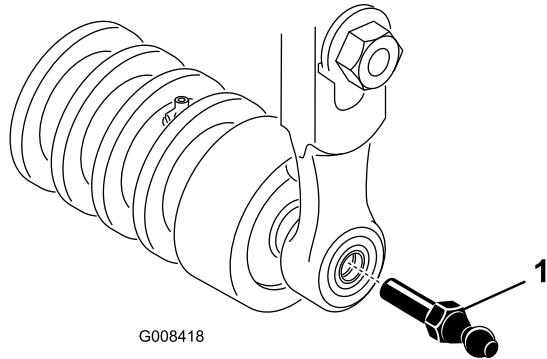

Figura 10
3. Enrosque un espárrago con bola en cada extremo del rodillo delantero de la unidad de corte (Figura 10).